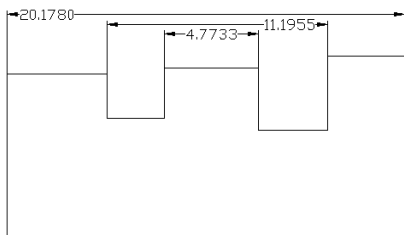

图 7-40 交错尺寸标注
(1) 指定尺寸线位置: 直接确定尺寸线的位置, 则在该位置按默认的尺寸标注类型标注出相应的尺寸。
(2) 连续(C): 产生一系列连续标注的尺寸。键入C, AutoCAD提示用户选择要进行标注的对象, 选择完后回车, 返回上面的提示, 给定尺寸线位置, 则完成连续尺寸标注。
(3) 并列(S): 产生一系列交错的尺寸标注, 如图7-40所示。
(4) 基线(B): 产生一系列基线标注的尺寸。后面的“坐标(O)”“半径(R)”“直径(D)”含义与此类同。
(5) 基准点(P): 为基线标注和连续标注指定一个新的基准点。
(6) 编辑(E): 对多个尺寸标注进行编辑。AutoCAD允许对已存在的尺寸标注添加或移去尺寸点。选择此选项, AutoCAD提示: